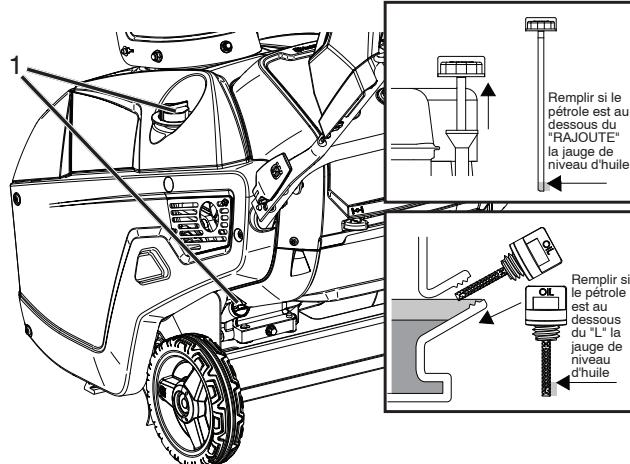

Figure 10
- Nettoyer la zone autour de la jauge (Figure 10).